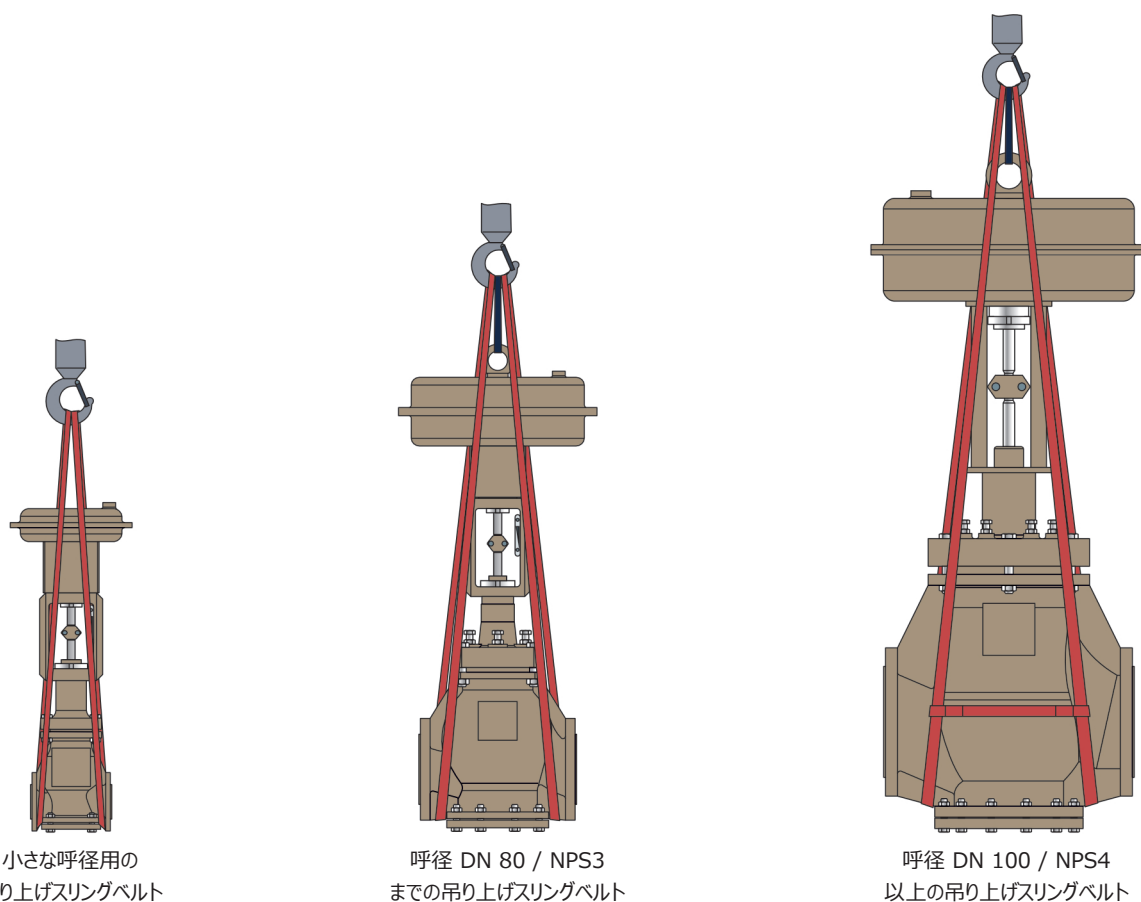

図. 4-2: 弁にスリングベルトを掛ける箇所の模式図
- ⇒ 吊り上げスリングベルトをハウジングの各フランジと、クレーンまたはフォークリフトの吊り下げ具（フックなど）に固定します（図. 4-2を参照）。